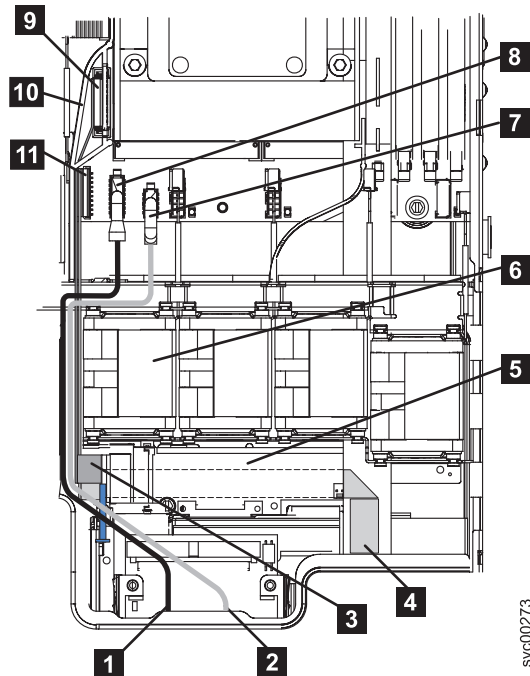

図 155. ビデオ、USB、および CD/DVD ケーブルのプラグを抜く方法
7. システム・ボードからビデオ・ケーブル **8**、USB ケーブル **7**、および CD/DVD ケーブル **9** のプラグを抜きます。これらのケーブルを完全に取り外す必要はありません。これらのケーブルのプラグを抜くと、ライト・パスのリボン・ケーブル **4** を操作しやすくなります。190 ページの図 155 の中で、ノードのフロントは図の下部にあります。